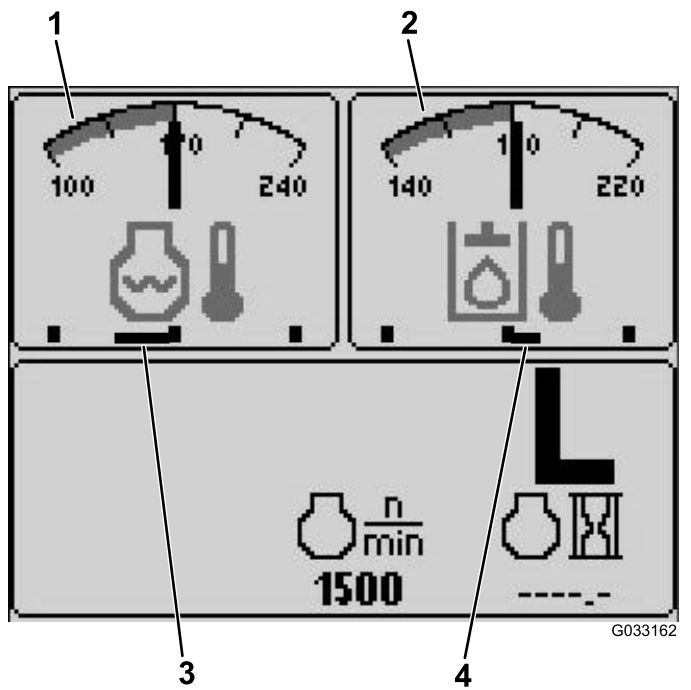

Рисунок 5
- Индикатор температуры гидравлической жидкости и вентилятора — верхний правый экран (Рисунок 5)
- Индикатор вентилятора и температуры охлаждающей жидкости двигателя — верхний левый экран (Рисунок 5)
Примечание: В примере на Рисунок 5 вентиляторы системы охлаждения двигателя работают в обратном направлении с частотой вращения, составляющей 50% от максимально возможной.
Направление вращения вентилятора также отображается на экране температуры охлаждающей жидкости и экране температуры гидравлической жидкости. Если полоса находится справа от средней отметки, вентиляторы вращаются в прямом направлении. Если полоса находится слева от средней отметки, вентиляторы вращаются в обратном направлении (Рисунок 5).
Данный индикатор показывает температуру гидравлической жидкости и состояние вентилятора охлаждения (Рисунок 5).
Данный индикатор показывает температуру охлаждающей жидкости двигателя и состояние вентилятора охлаждения (Рисунок 5).